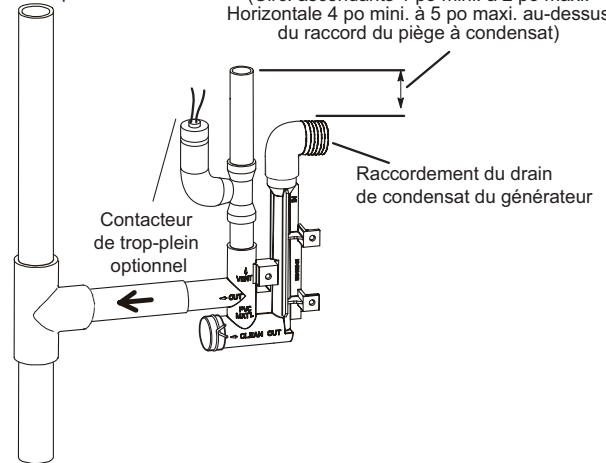

FIGURE 49
- 5 - La FIGURE 48 et la FIGURE 50 montrent l'appareil et le serpentin d'évaporateur utilisant un drain séparé. Si nécessaire la conduite de condensat de l'appareil et celle du serpentin d'évaporateur peuvent s'écouler ensemble. Voir la FIGURE 49, la FIGURE 51 et la FIGURE 52.